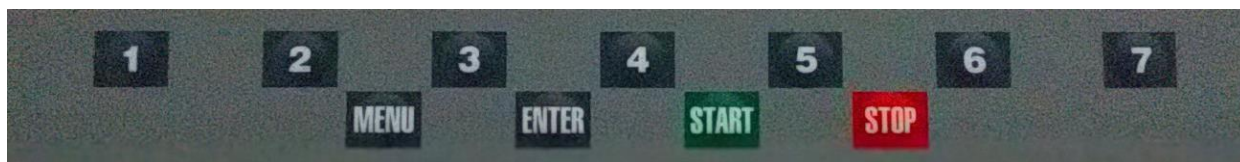

Рис. 8.1.
8.1. Данная модель СБ имеет клавиатуру, состоящую из 11 кнопок, расположенных в два ряда (рис. 8.1). Верхний ряд из семи кнопок пронумерован от 1 до 7. Они имеют разное функциональное назначение, которое указывается в каждый момент на изображении кнопок в нижней части экрана монитора. Четыре кнопки нижнего ряда имеют постоянное функциональное назначение: кнопка «MENU» - для входа в режим «MENU», кнопка «ENTER» - для ввода в память различных параметров, кнопка «START» - для запуска вращения вала, кнопка «STOP» - для выхода из различных режимов в основной рабочий режим и для экстренной остановки вала СБ.